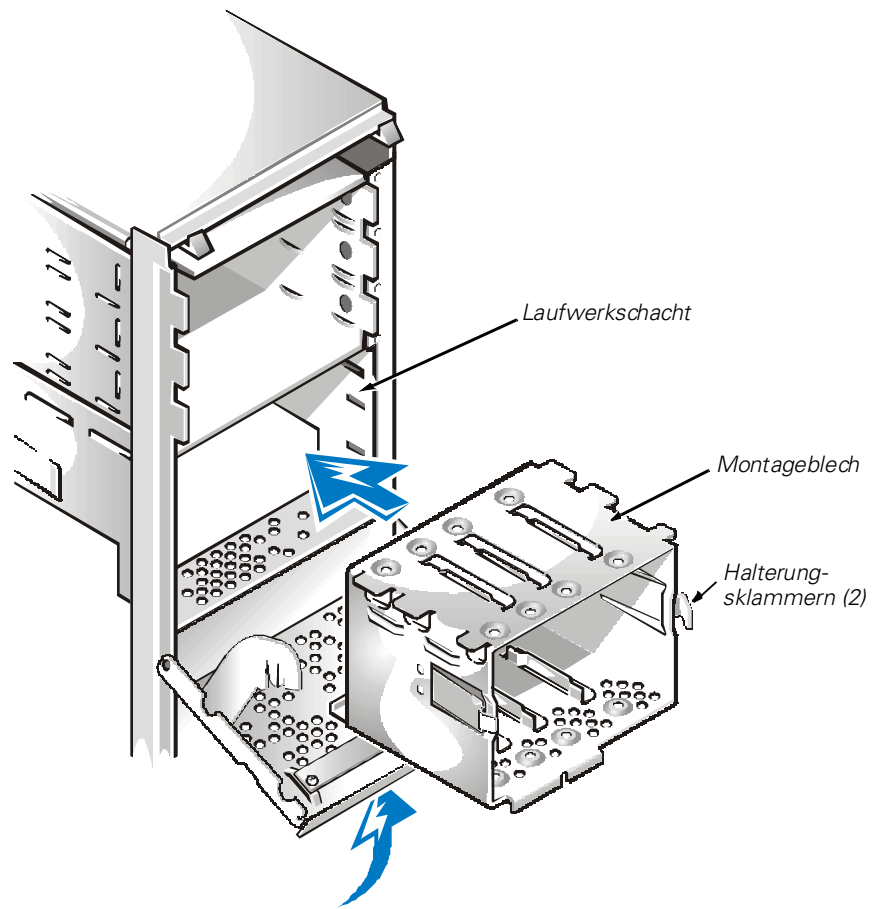

Abbildung 9-10. Festplattenlaufwerkträger ins Gehäuse einsetzen
7. Bauen Sie den Festplattenlaufwerkträger wieder ins Gehäuse ein (siehe Abbildung 9-10).